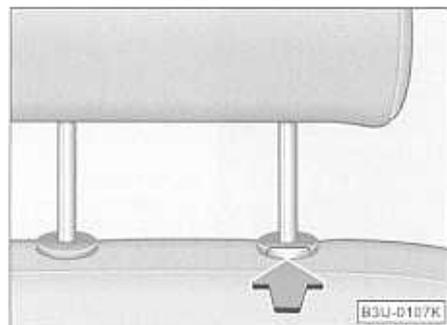

Fig. 45 Sacar reposacabezas
- Presione la tecla del seguro en el sentido de la flecha → fig. 45 y extraiga el reposacabezas.